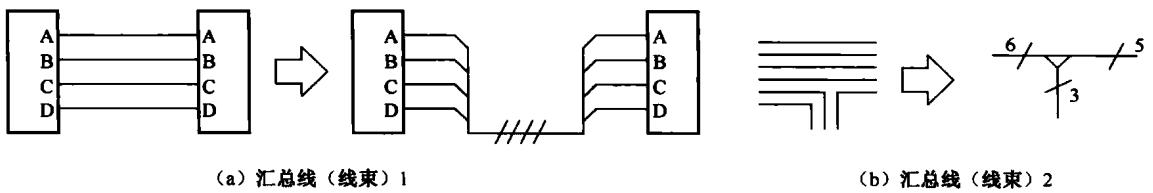

图 1-4 连线的汇总画法
当连线的根数太多时，许多电路图为了减少连线的根数，将多条连线绘制成一条汇总线（该汇总线不加粗），汇合处用 45° 角或圆角表示，并在每根汇总线的两端用相同的数字或字符进行标注，如图 1-4 所示。
**提示** 图 1-4 (a) 所示的单线上的 4 道斜线表示汇总的线根数为 4 条。连续的汇总画法属于连续画法的一种，所谓的连续画法是指连线的头和尾是连通的。